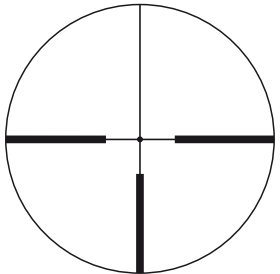

Fig. 3-1
(1) Messa a fuoco
- ① Guardare attraverso l'oculare con l'occhio a circa 10 cm (4 pollici) di distanza; si vedrà il reticolo IL n.4 con punto (Fig. 3-1). Assicurarsi che l'occhio sia ben allineato e alla giusta distanza (eye relief); in caso contrario si vedrà "tutto nero".
- ② Puntare l'estremità dell'obiettivo del riflescope verso il cielo (NON verso il sole) o su una parete di colore uniforme.
- ③ Ruotare la ghiera di regolazione dell'oculare in senso antiorario e poi in senso orario sino a quando il reticolo non appare ben nitido.